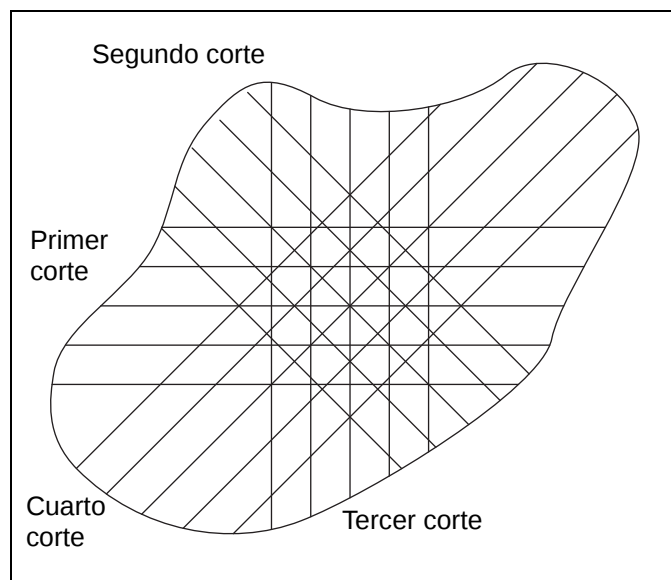

Figura 6F
5. Para conseguir una superficie de juego más regular y más atractiva, cambie el patrón de corte cada vez que corte el césped del green. Los patrones mostrados en la **Figura 6F** son sólo sugerencias, el operario o el encargado pueden crear patrones adecuados para cada green.